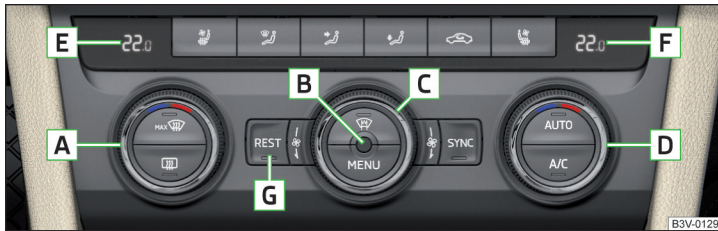
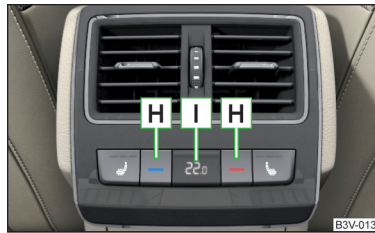

Abb. 155 Bedienungselemente vorn
Abb. 156
Funktionen der einzelnen Bedienungselemente » Abb. 155 und » Abb. 156
- Den Innenraumtemperatursensor **[B]** » Abb. 155 nicht überdecken, sonst könnte die Climatronic ungünstig beeinflusst werden.